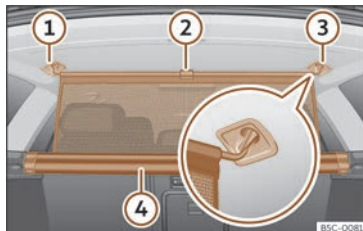

Fig. 195 Dans le coffre à bagages : accrocher le filet de séparation.
- Tirez la languette >>> **fig. 195** ② vers le haut pour sortir le filet du boîtier ④.
- Attachez le filet de séparation au côté droit ou gauche ③ (image élargie).
- Attachez le filet de séparation dans le logement de l'autre côté ① en étirant la tringle.